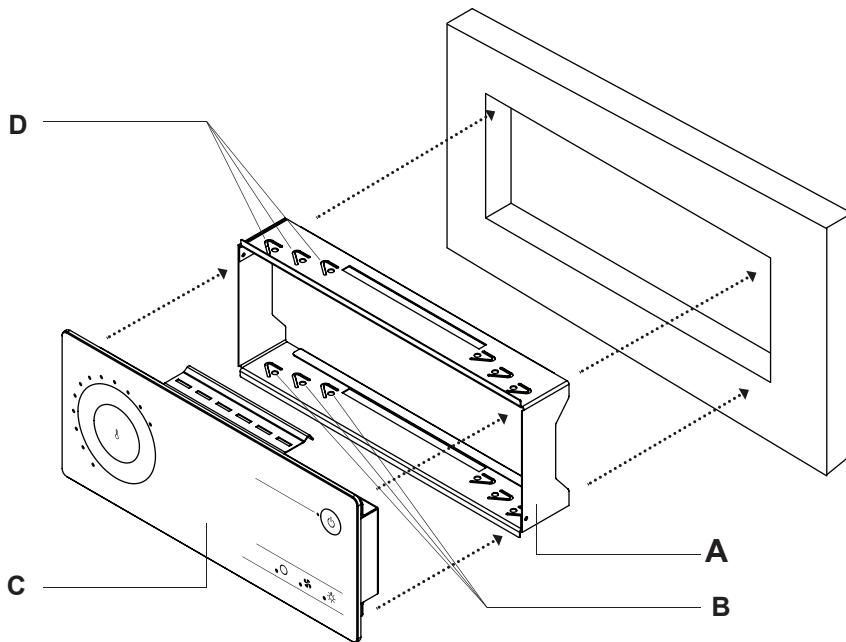

afb. 2 Het deksel van de behuizing verwijderen
- Druk de springsloten **C** met een schroevendraaier lichtjes in en verwijder het deksel van de behuizing (zie **afb. 2**).